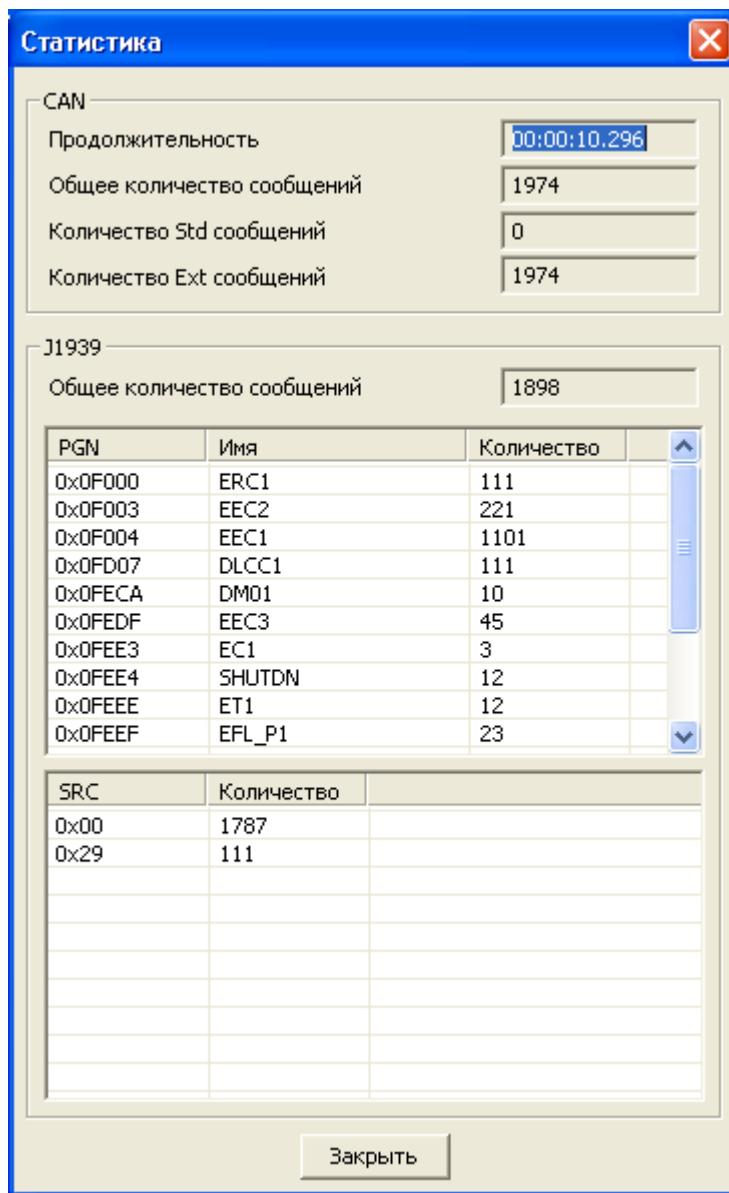

Рис. 5.4.
5.4. Диалог «Статистика» (рис. 5.4) отображает статистические данные текущей трассировки.